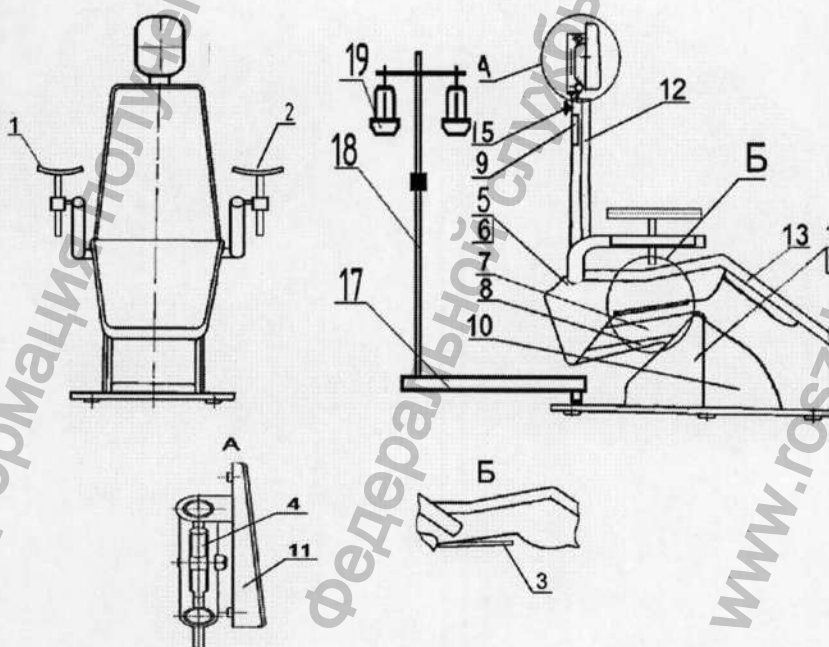
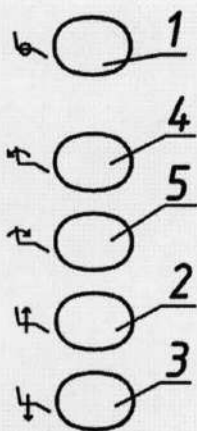

Рис.1
Рис. 4.
1. Рис. 1. Кресло КСЭМ-05-01.
4. Рис. 4. Кресло КСЭМ-05-01. Пульт управления.
| 2.11. Габаритные размеры кресла в нижнем положении сиденья без навесного специального оборудования согласно рис. 1:   |             |
4.1. Кресло состоит из нижней неподвижной и верхней подвижной части (рис.1).
4.2. Верхняя часть представляет собой корпус 6 (рис. 1) с закрепленным на нем сиденьем 13, спинку 12, подлокотники 1 и 2, подголовник 11. В корпусе 6 (под сиденьем) расположен блок управления 5 с тремя вставками плавкими. Подлокотники 1 и 2 могут быть откинuty назад. Спинка приводится в движение электроприводом М2. Спинка может перемещаться (наклоняться) от вертикального положения до положения по «Тренделенбургу», т.е. ниже горизонтальной оси на угол не менее 8°.
4.3. Для предотвращения травмирования движущимися частями кресла (при автоматическом движении вниз) на нижней части сиденья установлен рычаг 3 (Рис.1), при нажатии, на который происходит остановка движения кресла.
4.4. Подголовник 11 (рис. 1) предназначен для удержания головы пациента в необходимых при лечении положениях. На спинке расположен маховик 15 (рис.1) фиксации штанги подголовника. При вращении маховика против часовой стрелки штанга освобождается от стопорения и передвигается вверх или вниз относительно спинки, обеспечивая регулировку подголовника по высоте. Фиксирование штанги происходит при вращении маховика по часовой стрелке.
Включение электроприводов кресла осуществляется пультом управления 9 (рис.1) путем нажатия на соответствующую кнопку. При этом подъем сидения кресла осуществляется при нажатии на кнопку 2 (рис.4), опускание - на кнопку 3, опускание спинки - на кнопку 4, ее подъем - на кнопку 5. Возврат кресла в исходное положение осуществляется автоматически после однократного нажатия на кнопку 1.
Для предотвращения травмирования движущимися частями кресла (при автоматическом движении вниз) на нижней части сиденья установлен рычаг 3 (Рис.1), при нажатии, на который происходит остановка движения кресла. Плавкие вставки FU1... FU4 расположены в блоке управления и предназначены для защиты электрических цепей электрооборудования кресла.
5.6. Для экстренной остановки движения верхней части кресла вниз следует приподнять рукой рычаг 3 (Рис.1).
6.4. Включить вилку шнура в сеть. Путем нажатия на кнопку 2 (рис.4) поднять верхнюю часть кресла на максимальную высоту. Нажатием кнопки 4 наклонить спинку.
6.5.2. Из исходного положения с помощью кнопок 2 и 4 (рис. 4) спинка и сиденье кресла устанавливаются в выбранное положение.